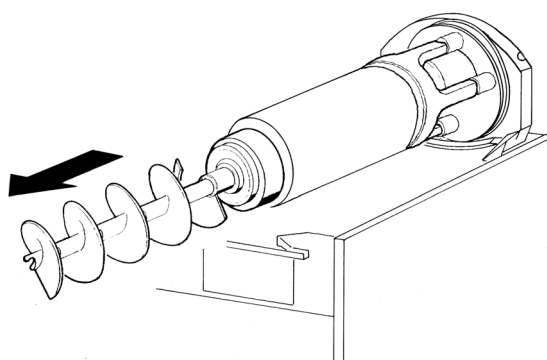

Bild 8
- 3** Zuerst die äußere (3) und dann die innere Schnecke (Bild 8) aus dem Verdampfer herausziehen.